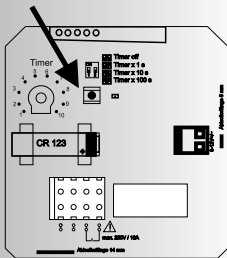

Bild 3
➤ Taste (1) (Bild 3) ca 3 Sekunden gedrückt halten, bis die rote LED neben dem Taster leuchtet.
➤ Appuyer sur la touche (1) (fig. 3) pendant env. 3 secondes jusqu'à ce que la LED rouge qui est à côté de la touche s'allume.
➤ Toets T1 (afbeelding 3) ca. 3 seconden ingedrukt houden, totdat de rode LED naast de knop brandt.